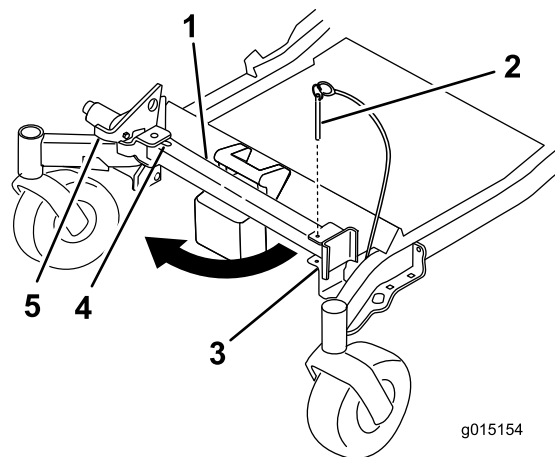
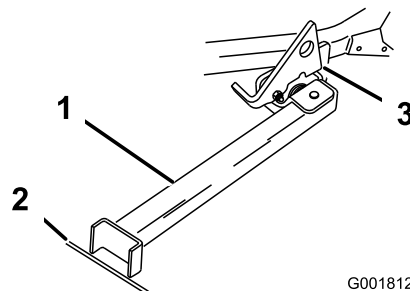

Figura 39
Figura 40
- Levante el enganche. Gire el pie del soporte hacia adelante, y deslice el soporte hacia la máquina, hasta que encaje en la parte de abajo de la ranura (Figura 39 y Figura 40).
2. Retire el pasador del soporte (Figura 39).
4. Ponga el pie del soporte en el suelo con el enganche descansando sobre la pestaña de giro (Figura 40).
- Nota:** Para obtener los mejores resultados, coloque el pie del soporte en una ranura de la acera o en el césped (Figura 40).
6. Conduzca la máquina sobre el soporte. Pare cuando el enganche caiga por encima de la pestaña a la posición bloqueada (Figura 40). Una vez que esté sobre el soporte, ponga el freno de estacionamiento y apague el motor.
5. Ponga el soporte de nuevo en su posición de descanso (Figura 39).